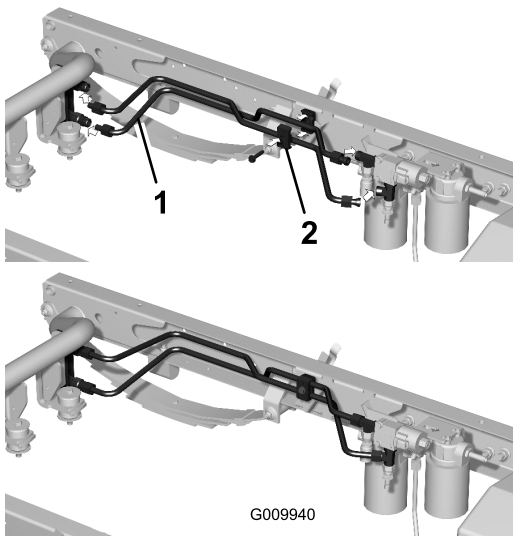

Figura 14
1. Conecte provisionalmente un tubo hidráulico rígido al acoplamiento rápido inferior y al acoplamiento en T trasero de la válvula (Figura 14).
2. Conecte provisionalmente un tubo hidráulico rígido al acoplamiento rápido superior y al acoplamiento en T inferior de la válvula (Figura 14).
3. Sujete los tubos rígidos con abrazaderas y un tornillo (5/16" x 1 1/2"), y posicione las abrazaderas según se indica en Figura 14.